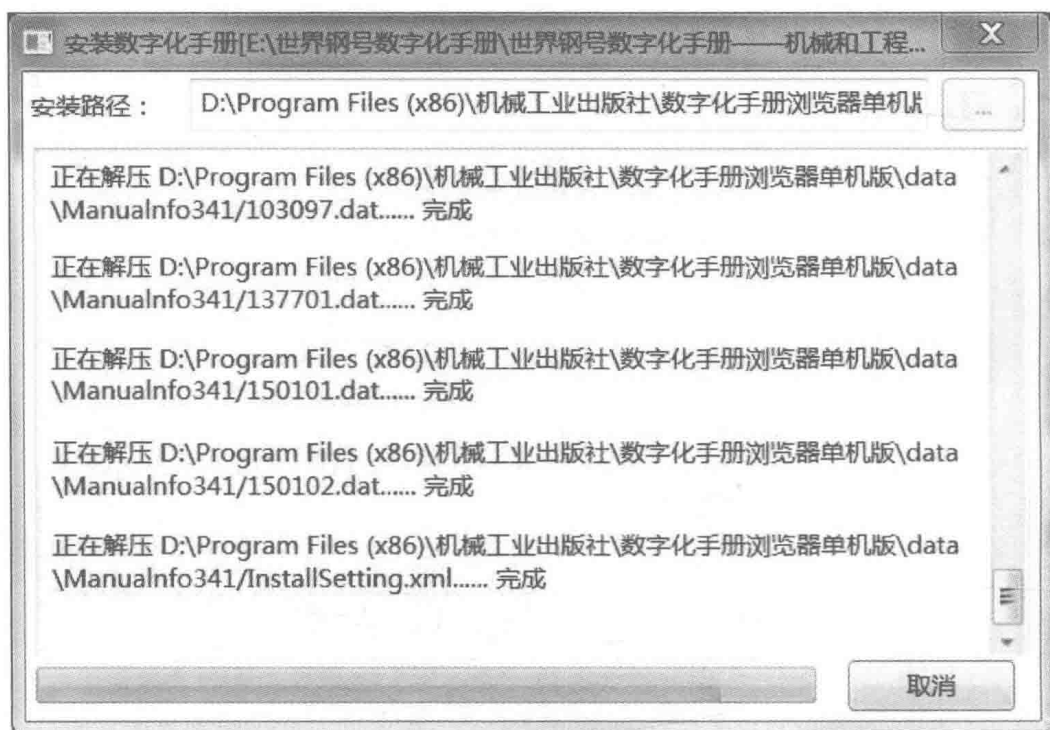

图 1-9 安装数字化手册
8) 数字化手册浏览器安装完成后, 开始安装数字化手册 (见图 1-9)。显示数字化手册的安装路径, 并验证安装包, 将数字化手册解压到指定目录。